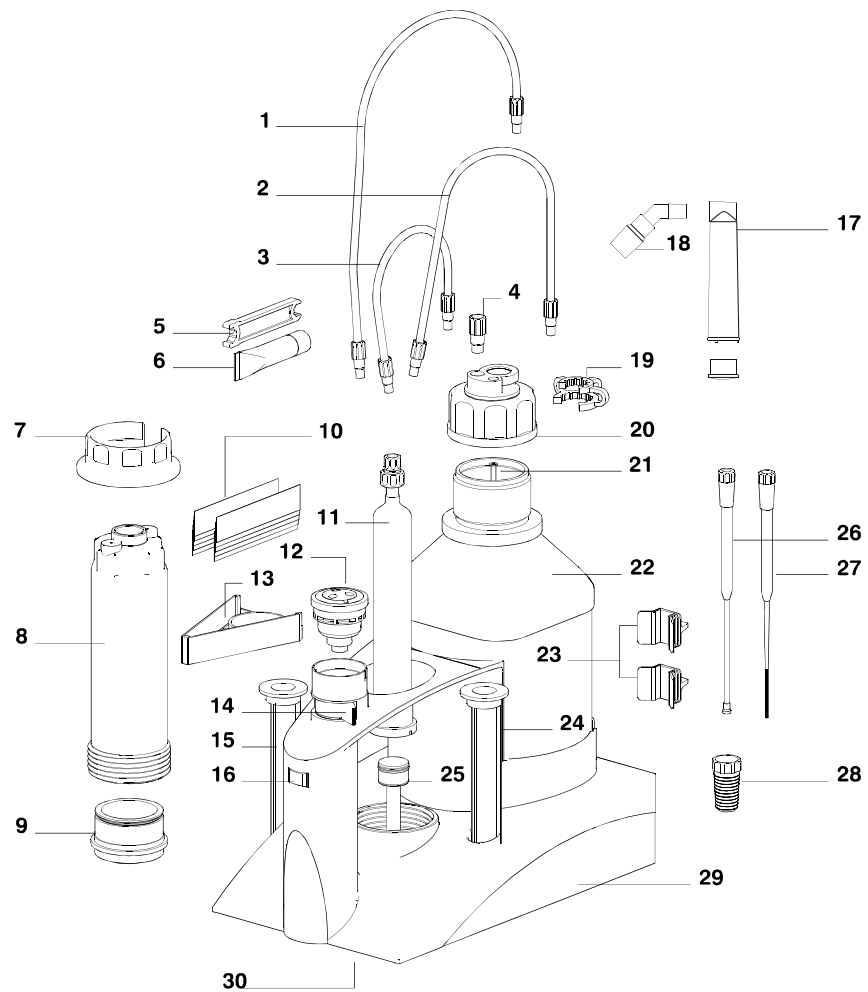

Figura 2 806 Exchange Unit - Componentes
- 3 Coloque la llave en el soporte (*véase figura 2, página 9*).